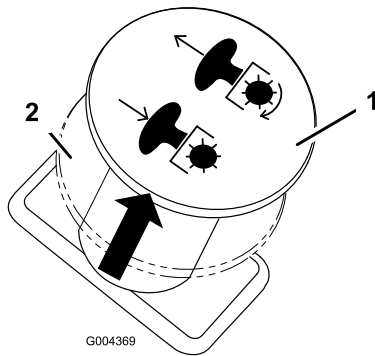

Figura 13
3. Tire del mando de control de las cuchillas para engranar las cuchillas (Figura 13).
Para desengranar las cuchillas, mueva el mando de control de las cuchillas a Desengranado (Figura 13).